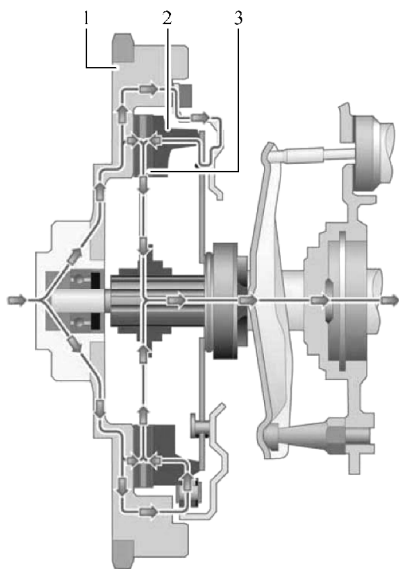

图 3-7 离合器接合原理
1) 离合器接合 (图 3-7)。盘形弹簧 5 将离合器压盘 2 压在离合器从动盘 3 上。离合器从动盘以轴向移动方式支撑在从动轴 4 上。因此离合器压盘可将离合器从动盘压在飞轮 1 的摩擦面